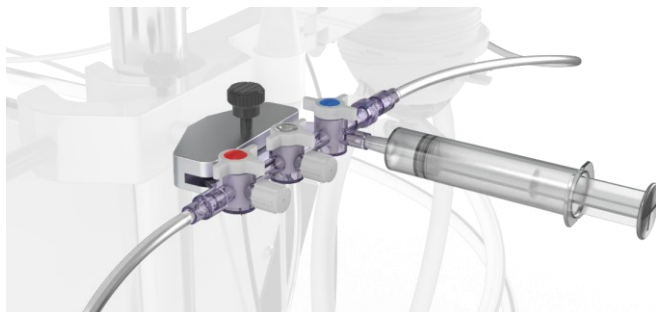

Figura 21 Eliminarea aerului din linia de eșantionare prin aspirare cu o seringă. Asigurați-vă că supapa albastră este în orientarea indicată.
- Deschideți supapa albastră de la orificiul de prelevare a probelor (Figura 21).